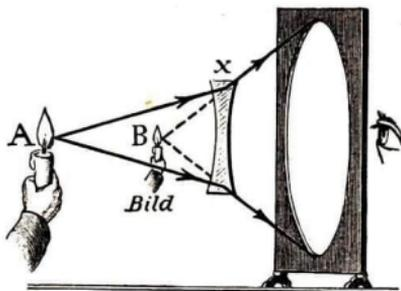

Abb. 263. Zerstreuungslinse
so werden nach dem Winkelhakensatz ($\sphericalangle F X S = \sphericalangle A X S''$) die gebrochenen Strahlen jenseits der Linse **gesammelt**. Dieses zeigt Abb. 263. Es entsteht dann ein **wirkliches (= reelles) Bild**, das frei im Raum schwebt und mit einem Schirm aufgefangen werden kann. Das Bild erweist sich als **umgekehrt**, wie alle reellen Bilder. Objekt und Bildort sind vertauschbar. (Photographen-Linse.)
5. Die Bildgröße findet man rechnerisch, wenn man beachtet, daß in Abb. 263 die zwei Dreiecke ABO und $A'B'O$ ähnlich sind. Daraus folgt wieder $G : G' = a : b$, d. h.
Nach dem Winkelhakensatz wächst die Zerstreuung, wenn die Strahlen von einem Punkt A ausgehen, der im Endlichen vor der Linse liegt (Abb. 263).
Parallel in ihr Auge tretende Strahlen vereinigen sich wegen des zu lang gestreckten Augapfels schon vor Erreichung der Netzhaut. — Ebenso Strahlen, die von einem **fernen Punkt** kommen. Durch Vorsetzen einer geeigneten **Zerstreuungslinse** (= Nährungsbrille) werden diese Strahlen jedoch so zerstreut, als kämen sie von einem dem Auge **näheren Ort** (Abb. 263). Auf diesen kann der Kurzsichtige akkomodieren.